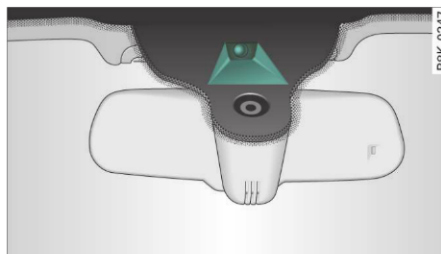

Fig. 125 Parbrizul: vizorul camerei video a lane assist
- Atenție ca vizorul camerei video ⇒ *pagina 113*, fig. 125 să nu fie acoperit de autocolante sau alte lucruri asemănătoare. Indicații despre curățare ⇒ *pagina 209*. ■
- Vizorul camerei video ⇒ *pagina 113*, fig. 125 este murdar pe dinafară sau acoperit cu gheață. Curățați această zonă de pe parbriz.